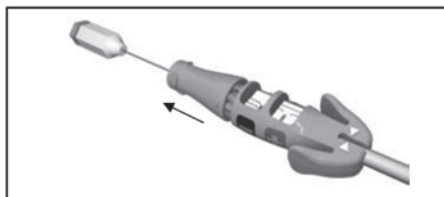

図4: 固定つまみのロックが解除された状態
- ② リードを血管に挿入する前に、スクリューがリードのチップ部に格納されていることを確認する。
- ③ 固定つまみをターミナルツールから離し、ロックを解除する(図4)。